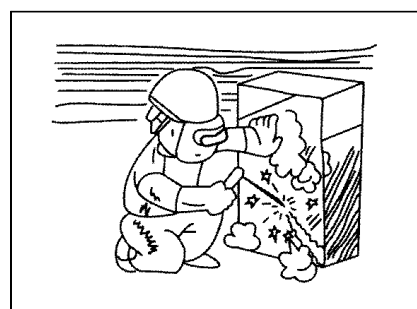

Рис. 2-16
- Следует обеспечить хорошую вентиляцию на рабочей площадке. (Рис.2-16)